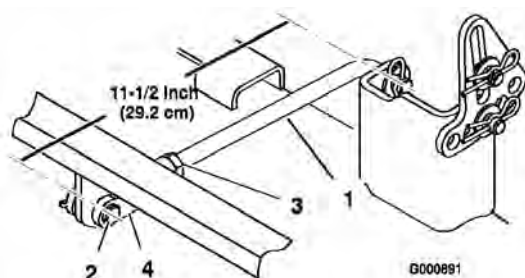
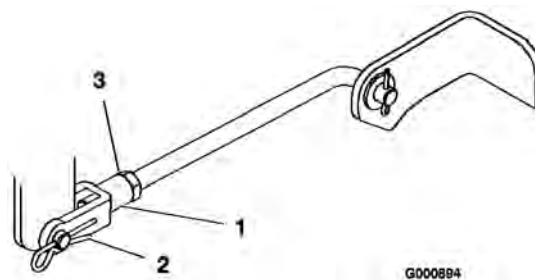

Figure 43
Figure 45
- Mesurez la longueur du tourillon arrière (Figure 43). Si elle n'est pas égale à 29,2 cm (11,5 pouces), retirez l'axe de chape et la goupille fendue à l'extrémité du tourillon (Figure 43), desserrez l'écrou de blocage et tournez la chape jusqu'à obtention de la longueur voulue.
- Pour régler l'inclinaison avant/arrière des lames, enlevez la goupille fendue des chapes des tourillons avant et desserrez les contre-écrous (Figure 45).
- Tournez les chapes sur les tourillons pour modifier le réglage (Figure 45). Serrez les chapes (raccourcissez les tourillons) pour relever l'avant du plateau et desserrez-les (allongez les tourillons) pour abaisser l'avant du plateau.
- Quand l'inclinaison avant/arrière voulue est obtenue, serrez les écrous de blocage (Figure 43 et Figure 45).